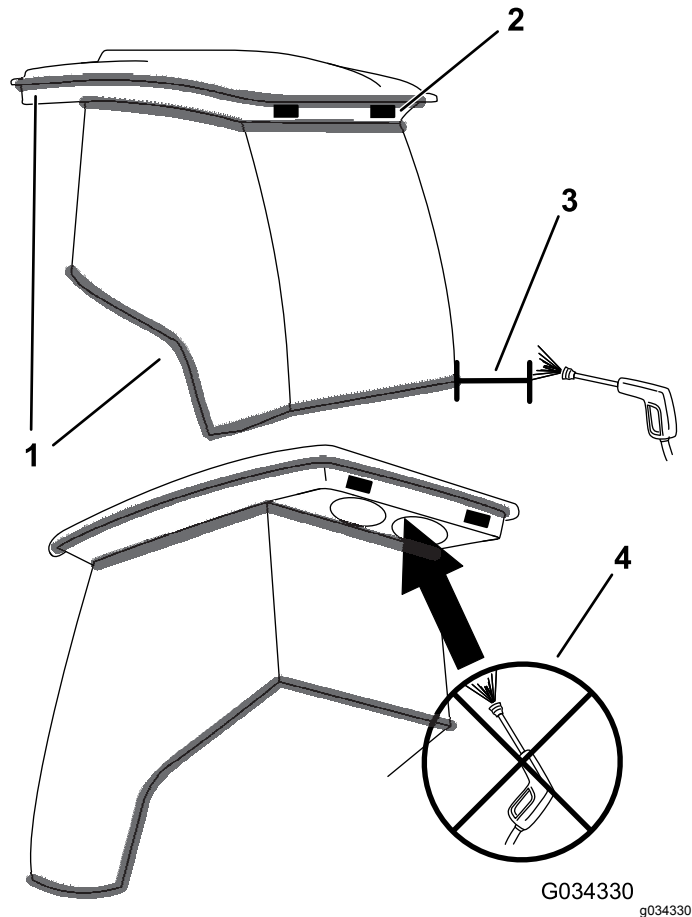

Figure 55
**Important:** Faites attention près des joints de la cabine et des éclairages (Figure 55). Si vous utilisez un nettoyeur haute pression, n'approchez pas le jet à moins de 60 cm de la machine. N'utilisez pas le jet haute pression directement sur les joints et les éclairages de la cabine ni sur l'avancée arrière.